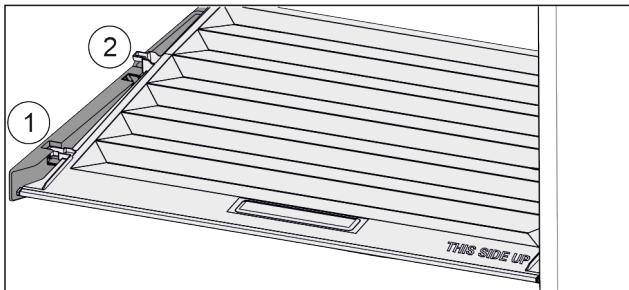

Fig. 41
- Потянуть крышку до отверстия в поддерживающих деталях вперед Fig. 41 (1).
- Поднять сзади снизу и извлечь Fig. 41 (2) движением верх.